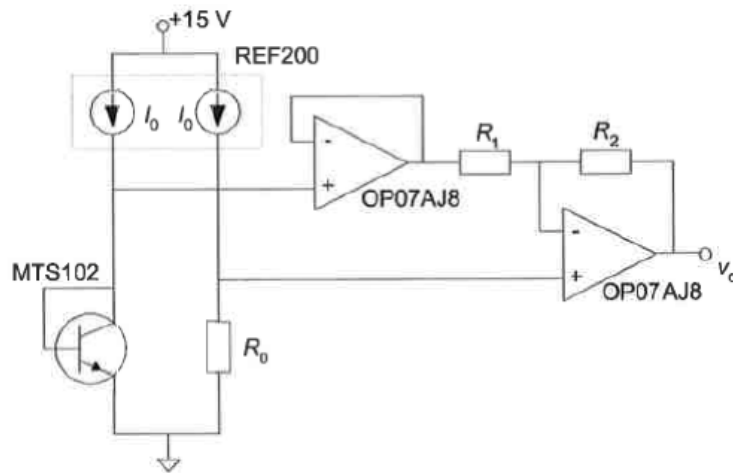

Figura 7
6. El termòmetre de la figura 7 està basat en un transistor connectat com a díode, que a 25 °C té $V_{BE}=0.595$ V i coeficient de temperatura -2.265 mV/°C, quan circula per ell un corrent de 100 μ A. Les dues fonts de corrent de 100 μ A estan integrades en el REF200 i poden considerar-se constants. Es demana: